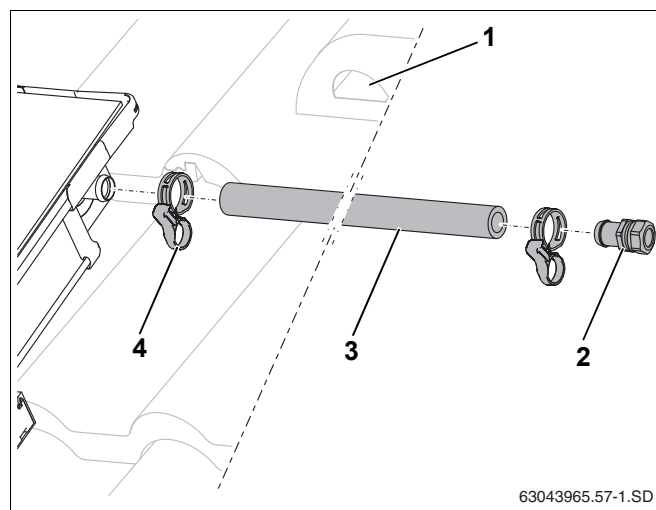

Рис. 53 Монтаж подающей линии (без воздушного клапана на крыше)
- Наденьте длинный шланг (1000 мм, рис. 53, поз. 3) на штуцер коллектора для подключения подающей линии и закрепите пружинным хомутом (рис. 53, поз. 4).
- Вставьте наконечник с зажимным кольцом (рис. 53, поз. 2) в шланг солнечного коллектора до упора и зажмите пружинным хомутом.
- Подключите сборную линию к наконечнику R $\frac{3}{4}$  с зажимным кольцом (18 мм) (рис. 53, поз. 2).